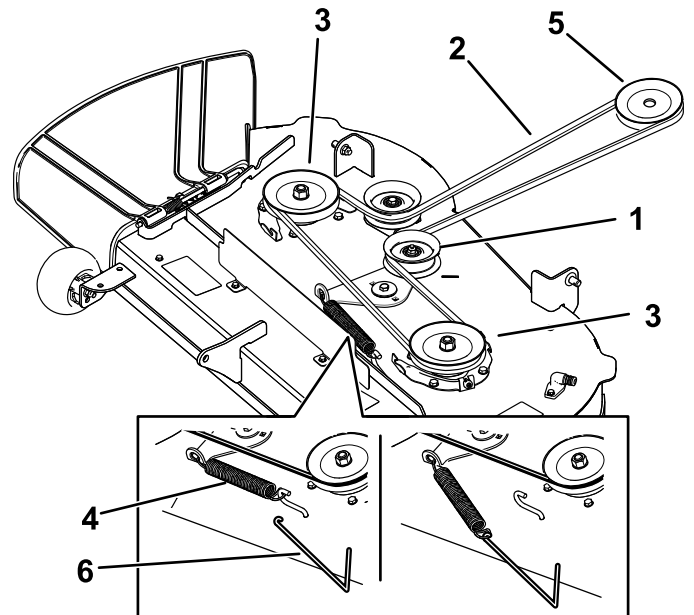
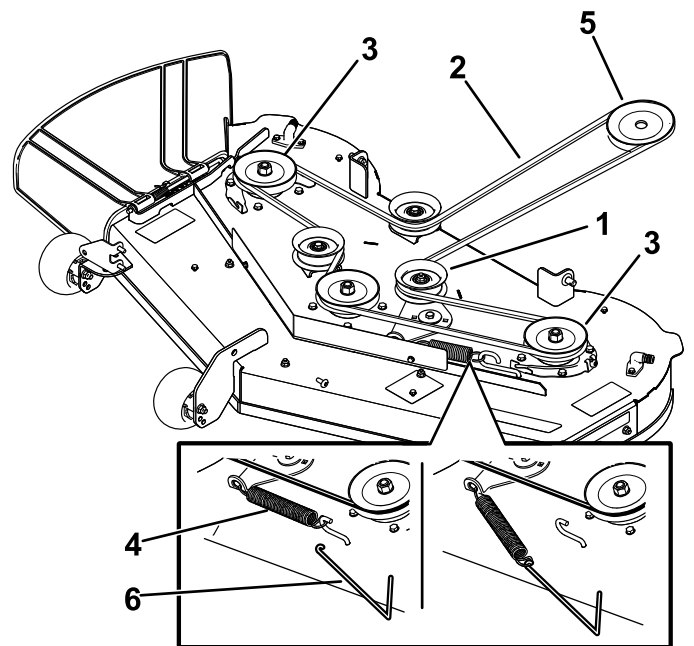

Bild 54
Bild 55
6. Entfernen Sie die Spannscheibenfeder mit einem Werkzeug zur Federentfernung (Toro-Bestellnummer 92-5771) vom Mähwerkhaben, um die Spannung von der Spannscheibe zu nehmen, und rollen Sie den Riemen von den Riemenscheiben (Bild 54 oder Bild 55).
7. Verlegen Sie den neuen Riemen um die Motor- und Mähwerkriemenscheiben (Bild 54 oder Bild 55).
8. Setzen Sie die Spannscheibenfeder mit einem Werkzeug zur Federentfernung (Toro Bestellnummer 92-5771) auf den Mähwerkhooken, um die Spannscheibe und den Mähwerkriemen zu spannen (Bild 54 oder Bild 55).